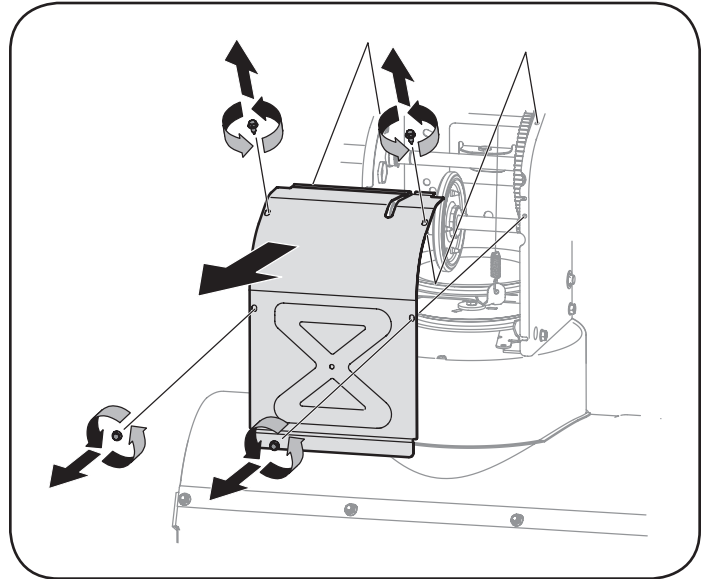

Figura 29
5. Saque la cubierta del marco desde debajo de la máquina quitanieve retirando los cuatro tornillos autorroscantes que la aseguran. Vea la Figura 29.